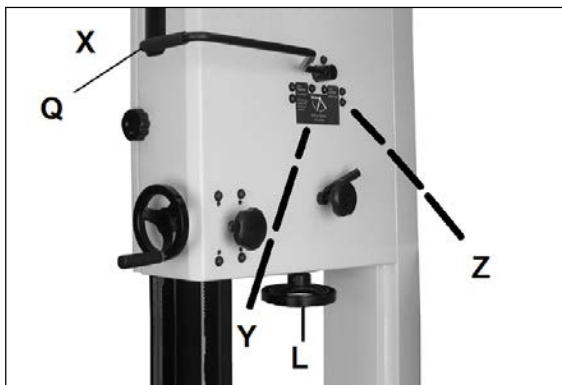

Рисунок 36
Натяжение пильного полотна устанавливается маховиком натяжения полотна (L, рис. 36).
Для работы на станке установите рычаг быстрого натяжения полотна (Q, рис. 36) в положение «Полностью натянуто» (X).